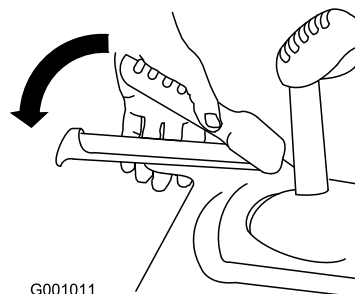

Figura 19
3. Premete la leva sinistra (della trazione) contro l'impugnatura (Figura 19).
6. Premete la leva sinistra (della trazione) contro l'impugnatura (Figura 19).